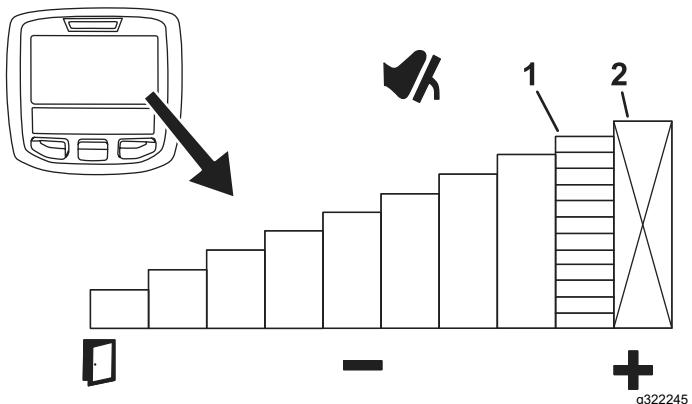

Рисунок 28
Чтобы временно установить максимальную скорость машины, нажмите педаль хода вперед до упора (Рисунок 27). Вы можете установить отдельную скорость для диапазонов скашивания и транспортировки (Рисунок 28).
- Для перехода к этой функции нажмите среднюю кнопку инфо-центра на главном экране (Рисунок 28).